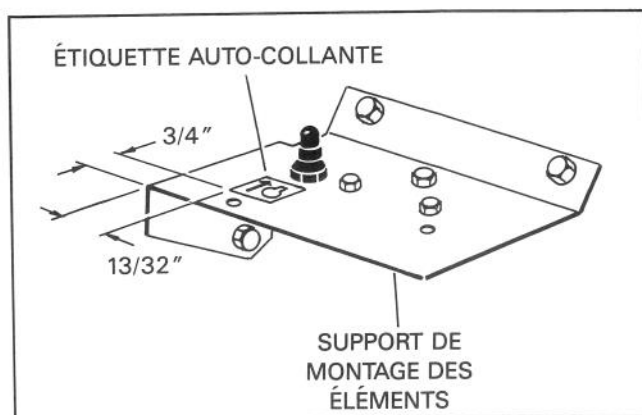

Figure 16
29. Alignez avec le bord inférieur et posez l'étiquette auto-collante du commutateur du démarreur sur le support de montage des éléments, comme l'illustre la figure 16.